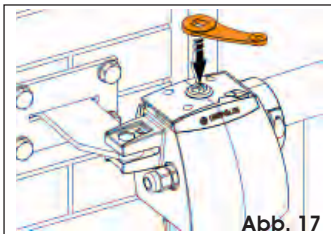

Abb. 17
2. Den Betätigungsschlüssel in die entsprechende Aufnahme am oberen Teil des Antriebs einstecken (Abb. 17).